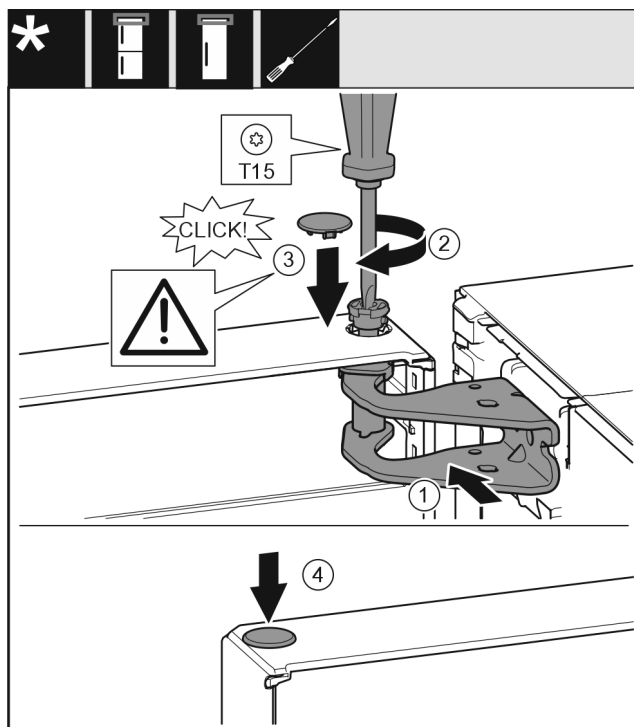

Fig. 25
- Dveře nahoře vyrovnejte s otvorem ve stojanu ložiska Fig. 25 (1).
- Vložte čep Fig. 25 (2) a pevně jej utáhněte šroubovákem.
- Nasadte kryt Fig. 25 (3).
- Zkontrolujte, zda kryt Fig. 25 (3) doléhá na dveře.
- Nasadte kryt Fig. 25 (4).